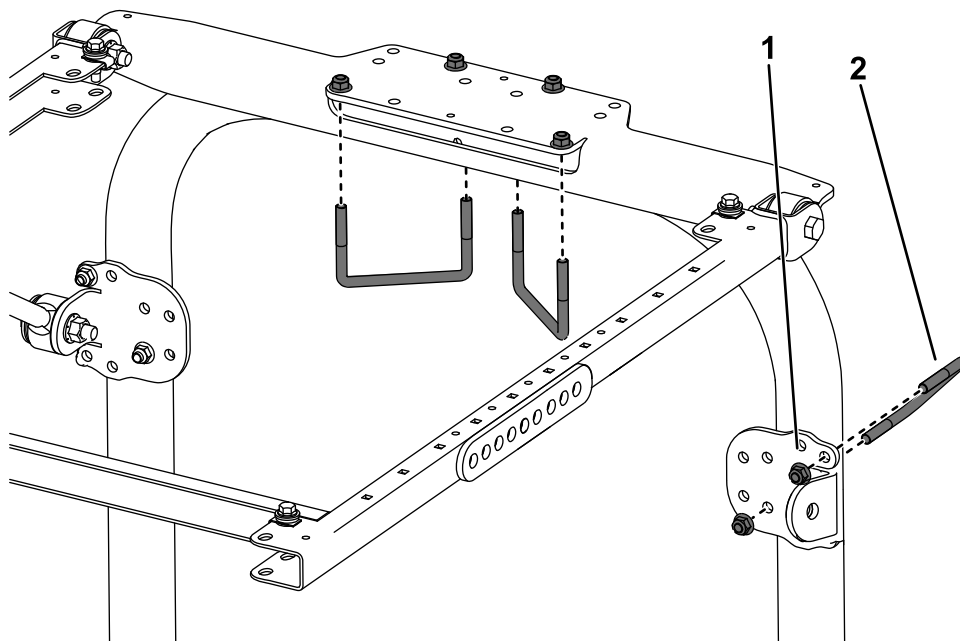

図 43
3. 図 43 に示されている取り付け穴を利用して、各ブレースブラケットを ROPS の柱材に取り付けるUボルト3 1/8 x 4"とフランジナット 2 個を使用する。